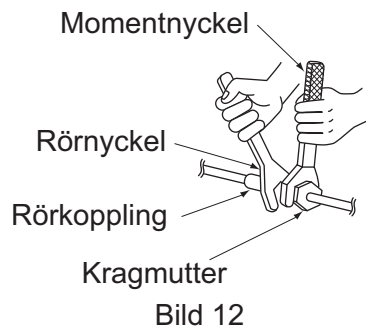

Bild 12
- Använd både skiftnyckel och momentnyckel enligt figuren när rören ansluts eller kopplas loss från enheten. **(Se bild 12)**